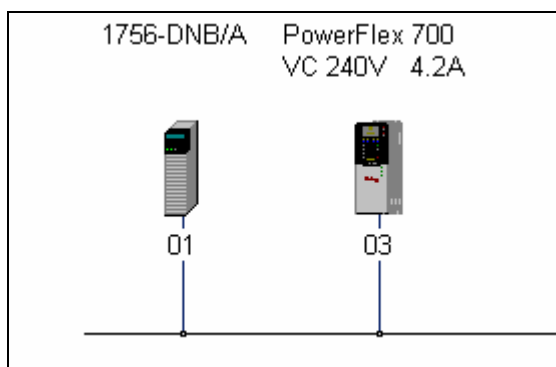

图 5-22 DeviceNet 网络上的设备
(10) 此时，RSNetWorx 开始扫描网络。RSNetWorx 将自动查找网络驱动列表下的所有设备。扫描完成后，DeviceNet 网络上设备均以图标形式显示，如图 5-22 所示。